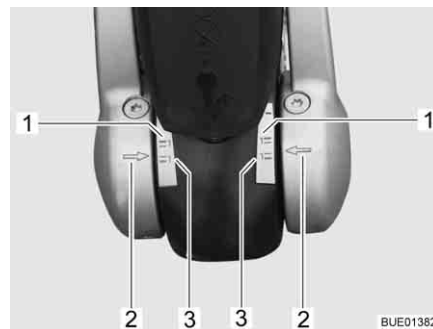

Fig. 115 Indicatore guarnizioni di attrito a sinistra e a destra
- Se le frecce sulla flangia di fissaggio disco (Fig. 115,2) si trovano sotto o sulla superficie di marcatura verde (Fig. 115,3), le guarnizioni di attrito sono considerate ancora nuove.
- Se le frecce sulla flangia di fissaggio disco si trovano all'interno delle superfici di marcatura (Fig. 115,1 e 3), le guarnizioni di attrito sono leggermente consumate.
- Se le frecce sulla flangia di fissaggio disco si trovano al di sopra della superficie di marcatura rossa (Fig. 115,1), le guarnizioni di attrito sono consumate. Far sostituire le guarnizioni di attrito.